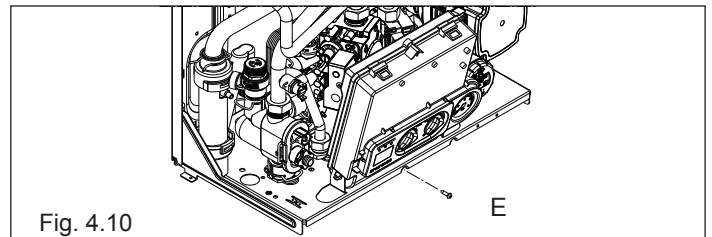

Fig. 4.10
- svitare la vite di fissaggio (E) del cruscotto (fig. 4.10)